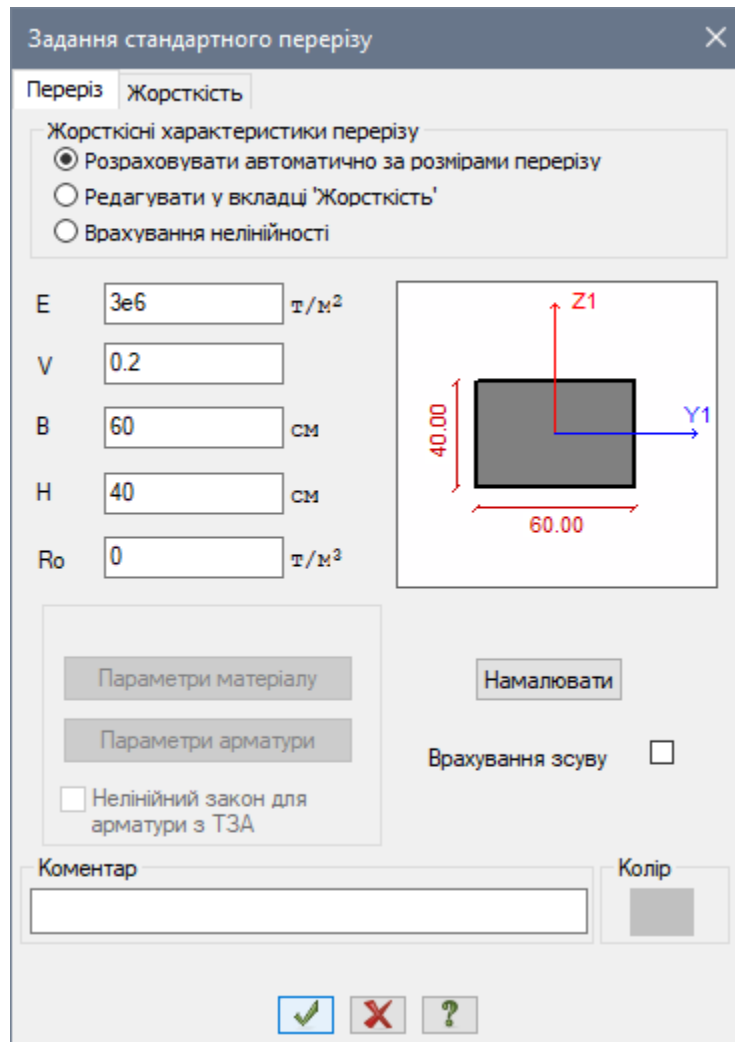

Рис. 1.10. Діалогове вікно **Задання стандартного перерізу**
- В діалоговому вікні **Задання стандартного перерізу** (рис. 1.10) задайте параметри перерізу **Брус**: